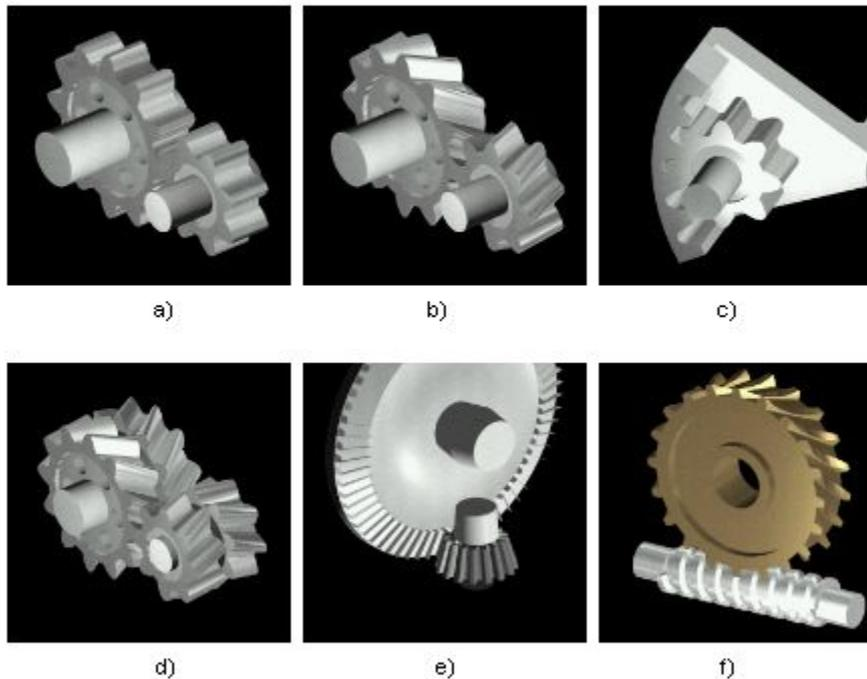

Рис. 7.1.
**Зубчатые передачи** обеспечивают передачу момента вращения с помощью последовательно зацепляющихся зубьев. Тела вращения, на которых расположены зубья, называются **зубчатыми колесами**. Меньшее колесо зубчатой пары называется **шестерней**, а большее - **колесом**. Собственно колесо состоит из **диска** со **ступицей** и **зубчатого венца** (рис. 7.1).
- По взаимному расположению осей зубчатые колеса подразделяются на **цилиндрические** (рис. 7.1а, б, с, d) (с параллельными осями), **конические** (рис. 7.1е) (с